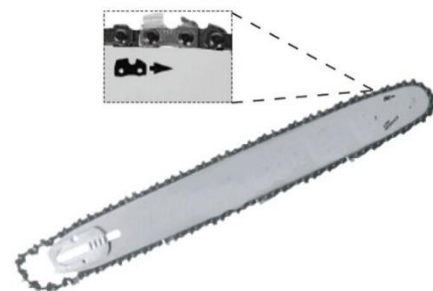

Bild 4
- Kette nach der Abbildung in die Schwertnut einlegen (Abb. 4).